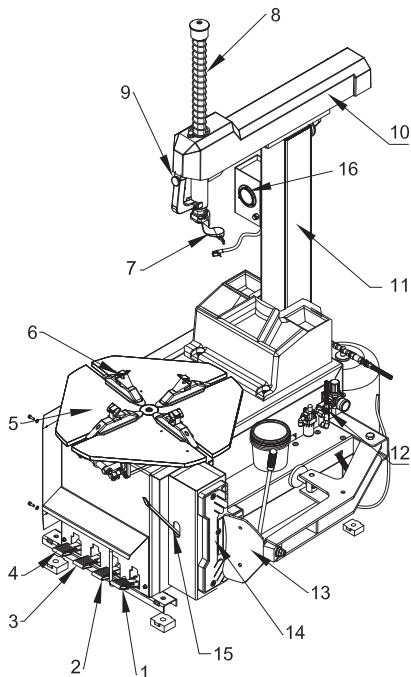

Рисунок 2 – Общий вид шиномонтажного стенда
2. Нажмите педаль вращения стола (3, рис. 2). Монтажный стол должен вращаться по часовой стрелке. Поднимите педаль. Стол должен вращаться против часовой стрелки.
3. Нажмите педаль отжима покрышки (1, рис. 2) до срабатывания лопаты отжима. При отпускании педали она должна вернуться в исходное положение.
4. Нажмите педаль зажима кулачков (2, рис. 2) для разведения кулачков. При повторном нажатии на педаль кулачки сходятся.
5. Нажмите на спусковой крючок на пистолете накачки для выпуска воздуха из наконечника (16, рис. 2).
2. Установите колесо на монтажный стол (4, рис. 2).
- Поместите четыре кулачка (6, рис. 2) в положение, отмеченное маркировкой на столике, выжимая до половины вниз педаль зажима (2, рис. 2).
4. Опустите штангу (8, рис. 2), пока монтажная головка (7, рис. 2) не окажется рядом с ободом над колесом. При помощи блокировки зафиксируйте положение штанги.
6. Поднимите закраину покрышки на носик монтажной головки. Для этого вставьте монтажную лопатку между закраиной шины и носиком монтажной головки, затем приподнимите педаль вращения стола (3, рис. 2).
7. Удерживая монтажную лопатку (15, рис. 2) в нужном положении, вращайте стол по часовой стрелке, полностью выжав педаль вращения стола. Продолжайте, пока шина полностью не отделится от обода.
3. Зафиксируйте обод колеса при помощи внутренних частей кулачков (6, рис. 2).
Замечание. Если вы работаете с ободами одного и того же размера, нет необходимости постоянно фиксировать и освобождать штангу. Вместо этого сдвиньте в сторону консоль (10, рис. 2) с зафиксированной штангой (8, рис. 2).
1. Чтобы накачать шину, вставьте наконечник пистолета для накачки (16 рис. 2) в сосок шины при положении запирающего рычажка «UP» («вверх»). Убедитесь, что сопло плотно обхватывает сосок.